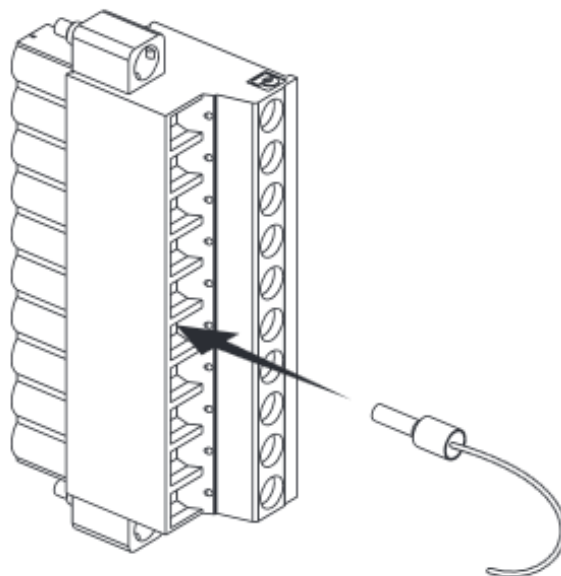

Figure 2 – Connecting Ferrules
If an application is subject to high vibration, ASG recommends that you either use ferrules to terminate wires to the detachable screw-terminal connector or use the National Instruments NI-9932 backshell kit to protect the connections. Refer to Figure 2 for an illustration of using ferrules.
*Si une application est soumise à de fortes vibrations, ASG recommande que soit vous utilisez les embouts sur le connecteur à bornes à vis amovible soit vous utilisez le kit de raccord arrière NI-9932 de National Instruments afin de protéger les connexions . Reportez- vous à la figure2 pour une illustration de l'utilisation de viroles.*